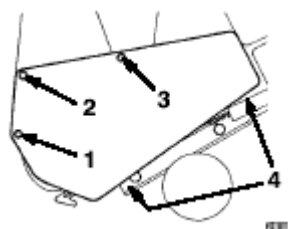

图26
- 6、取下紧固皮带罩的3个自攻螺钉，2个有头螺钉，1个垫片，2个锁紧螺母，将皮带罩放于一边。（图26）